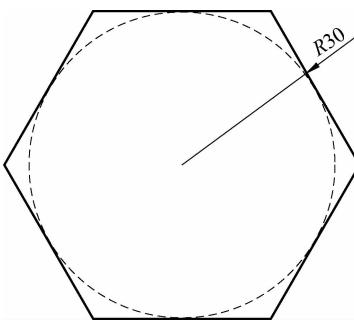

图 3-13 外切于圆的正六边形
(3) 外切于圆(C): 表示正多边形在圆的外面。例如, 绘制如图 3-13 所示的外切于圆的正六边形。